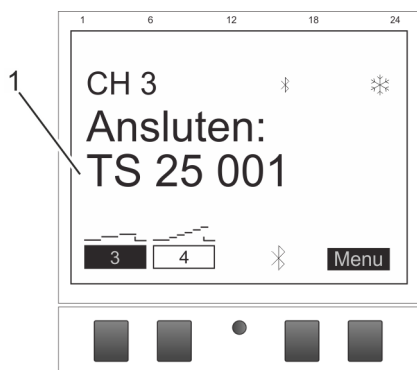

Bild 10: Kanalutökningen är ansluten med kopplingsuret
6. Kanalutökningen visar namnet på enheten vid en aktiv anslutning (Bild 10/1).